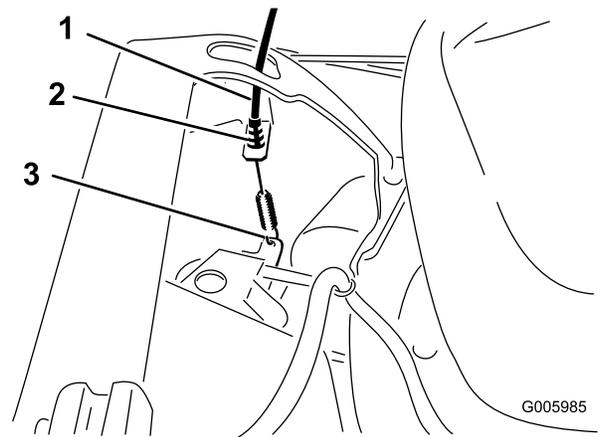

Figure 7
4. Faites passer le câble d'autopropulsion à l'extérieur du guidon, puis dans l'ouverture du côté gauche du carter et attachez l'extrémité du câble (Figure 7) (modèle autopropulsé uniquement).